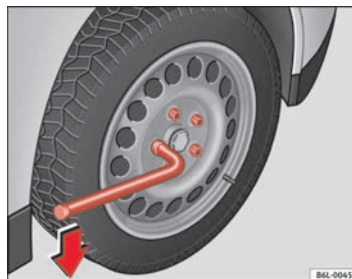

Fig. 127 Cambio de rueda: aflojar los tornillos de rueda
- Agarre la llave por el extremo y gírela aproximadamente una vuelta hacia la **izquierda** ⇒ fig. 127.